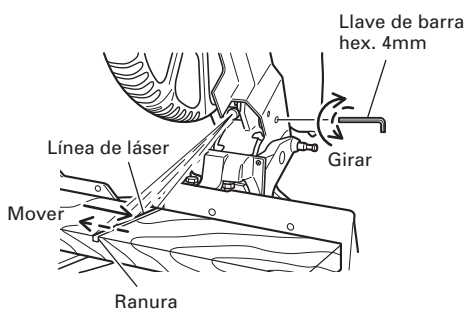

Fig. 16
(1) Encienda el marcador láser y efectúe una ranura de aproximadamente 3/16" (5mm) de profundidad en una pieza de trabajo de unos 1-1/2" (38mm) de alto y 3-1/2" (89mm) de ancho. Sostenga la pieza de trabajo ranurada mediante el tornillo de carpintero tal como está, y no la mueva.
(2) A continuación introduzca una llave de barra hexagonal de 4 mm en el orificio de 12 pulgadas de diámetro situado sobre el lado de la caja de engranajes, y gire el tornillo de cabeza hueca hexagonal para desplazar la línea de láser. (Si gira el tornillo de cabeza hexagonal en el sentido de las agujas del reloj, la línea de láser se desplazará hacia la derecha, y si lo gira en sentido contrario a las agujas del reloj, se desplazará hacia la izquierda.) Cuando trabaja con la línea de tinta alineada con el lado izquierdo de la hoja de sierra, alinee la línea de láser con el extremo izquierdo de la ranura. (Fig. 16) Cuando la alinee con el lado derecho de la hoja de sierra, alinee la línea de láser con el lado derecho de la ranura.